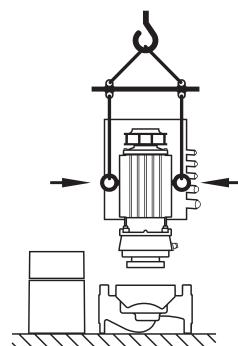

Fig. 9: Transport af motoren
- Om nødvendigt, f.eks. i tilfælde af reparation, kan transportringene flyttes fra motorflangen til motorhuset (se f.eks. Fig. 9). Inden montering af transportringene på motorhuset skal afstandsholderne skrues ud af åbningerne til transportringene (Fig. 7, pos. 20b) (se kapitel 10.2.1 "Udskiftnings af akseltætning" på side 250).
- Hvis transportringene flyttes eller er flyttet fra motorflangen og monteret på motorhuset, så må de kun anvendes til at løfte og transportere indstikssættet (Fig. 9) og ikke til transport af hele pumpen og heller ikke til at skille indstikssættet fra pumpehuset.